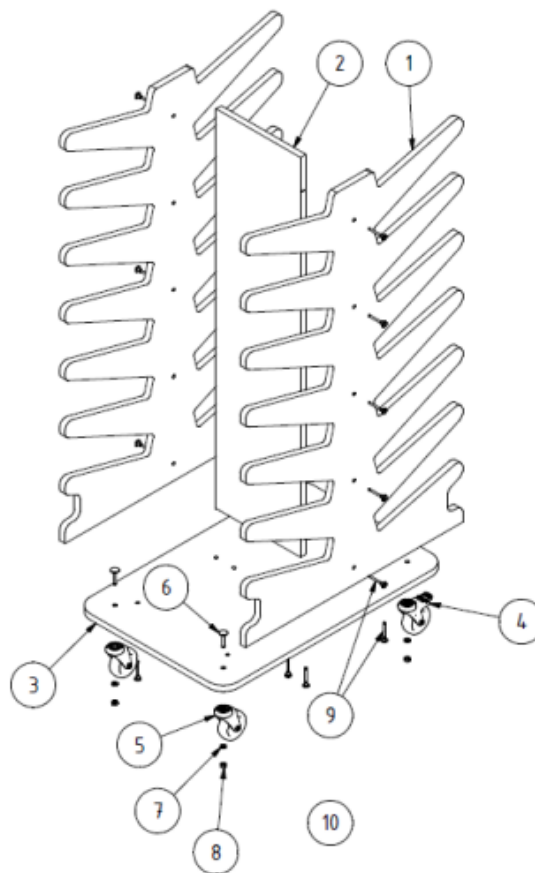

Figure 3: Assembly
Stecken Sie anschließend die Teile ①, ② und ③, wie in Abb. 3 dargestellt, zusammen und verschrauben diese mit Hilfe der Eckverbinder ⑨ und dem Innensechskantschlüssel ⑩.
Start by attaching the castors ④ and ⑤ to the base panel ③ using the coach bolts ⑥, the spring lock washers ⑦ and the hexagon nuts ⑧. Then assemble the parts ①, ② and ③ as shown in figure 3 and screw them together using the corner connectors ⑨ and the Allen key ⑩.